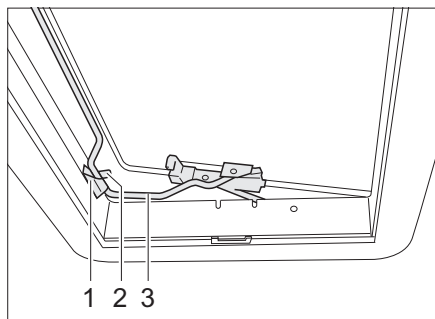

Fig. 47 Lanterneau Heki en position de ventilation 2
- Insérer l'étrier (Fig. 47,3) dans le support (Fig. 47,1).
- Placer le levier (Fig. 47,2) sur l'étrier.